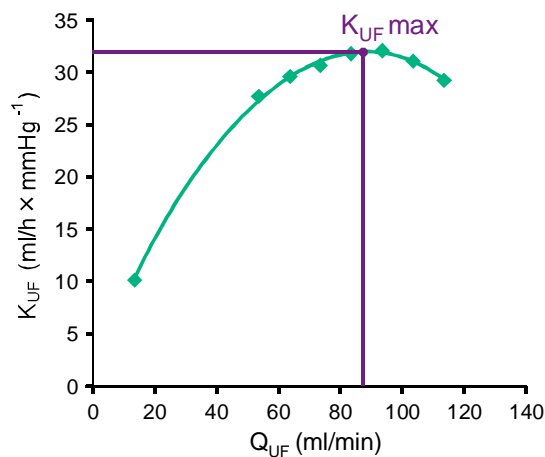

Рис. 11-25 Принцип определения K_{UFmax}
Для расчета K_{UF} (также см. раздел 13.10 Формулы (453)) аппарат устанавливает конвективный поток Q_{UF} , измеряет TMP и рассчитывает коэффициент ультрафильтрации K_{UF} . Определение K_{UF} для различных значений Q_{UF} представляет собой типичную параболическую функцию (Рис. 11-25): сначала K_{UF} возрастает вплоть до вершины параболы (максимальное значение), а затем понижается, если Q_{UF} все еще высокое. Путем соотнесения определенных значений с кривой регрессии ($f(x) = Ax^2 + Bx + C$) можно вывести максимальный коэффициент ультрафильтрации (K_{UFmax}) и соответствующий конвективный поток (Q_{UF}).